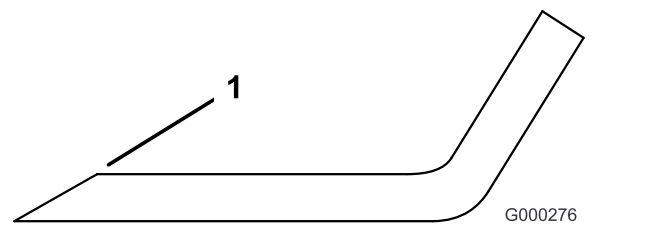

Figura 90
3. Inspeccione as extremidades de corte de todas as lâminas e afie-as se apresentarem sinais de desgaste ou ranhuras (Figura 90).
Nota: Afie apenas a zona superior da parte cortante e mantenha o ângulo de corte original para garantir um desempenho eficaz da lâmina (Figura 90). A lâmina manterá o equilíbrio se for retirada a mesma quantidade de metal de ambas as extremidades de corte.